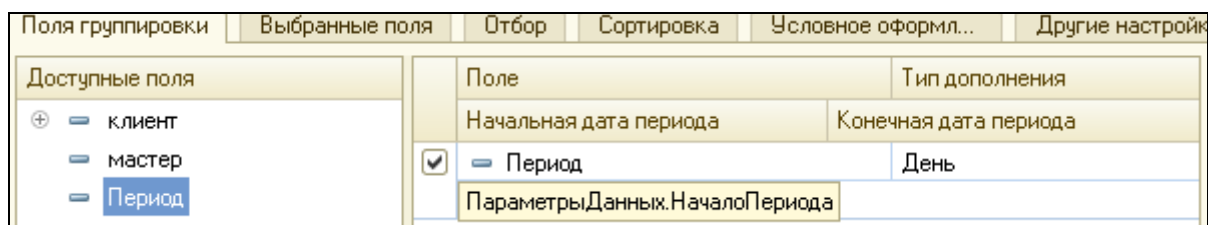

Рисунок 4.33 Новое поле Начало периода
6. Нажать на кнопку помеченную точками. Появляется окно **Выбор поля**. Развернуть группу **Параметры данных**, в списке выбрать **НачалоПериода**. В области **Поле**, за полем **Период** появляется поле **ПараметрыДанных.НачалоПериода** (рис. 4.33).